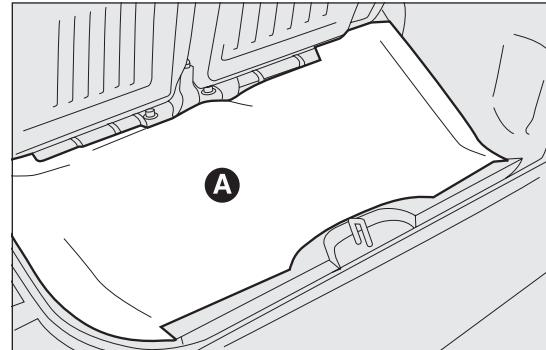

Abb. 96
- Den Bodenbelag A des Gepäckraums anheben Abb. 96